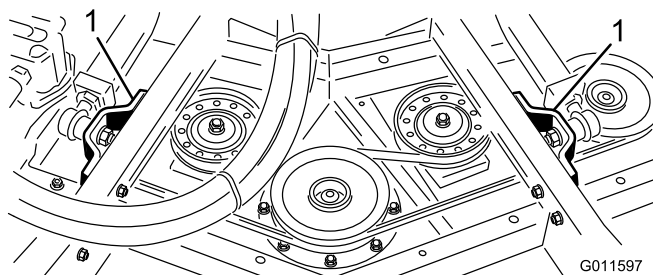

Figura 4
2. Retire os parafusos, anilhas e porcas que fixam a rótula esférica de cada braço de elevação ao tubo do braço da roda giratória da unidade de corte (Figura 4).